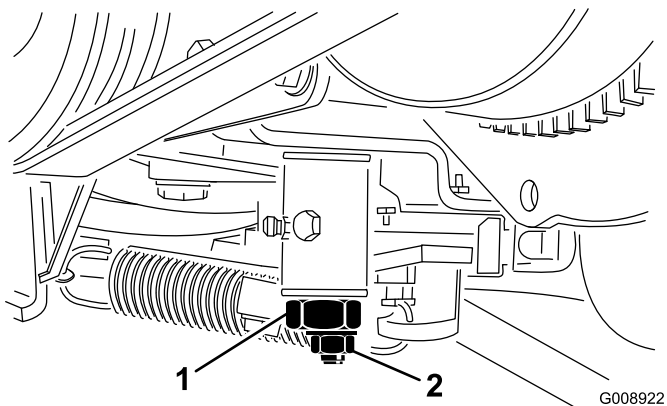

Рисунок 65
3. Ослабьте контргайку на кулачке регулировки тяги (Рисунок 65).